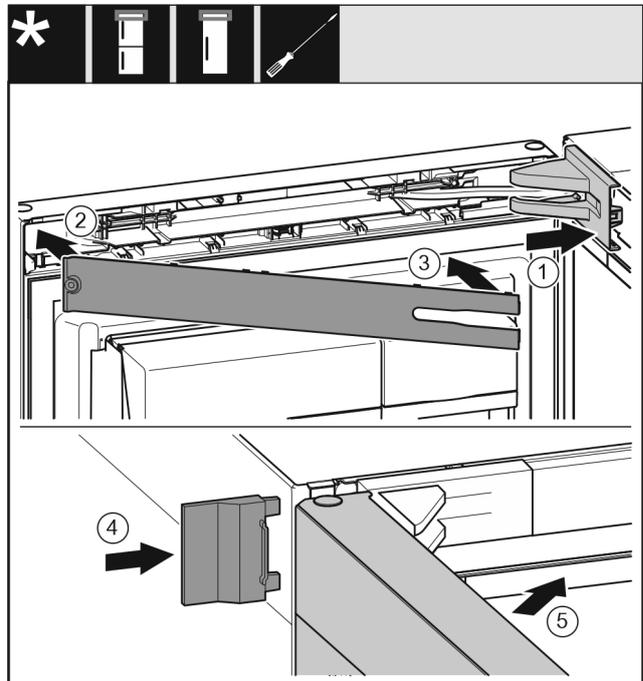

Fig. 27
- ▶ Coloque y encaje la cubierta del soporte de cojinete; dado el caso, separe con cuidado. Fig. 27 (1)
- ▶ Coloque el panel. Fig. 27 (2)
- ▶ Gire hacia dentro y encaje el panel. Fig. 27 (3)
- ▶ Desplace la cubierta exterior. Fig. 27 (4)
- ▶ Cierre la puerta superior. Fig. 27 (5)